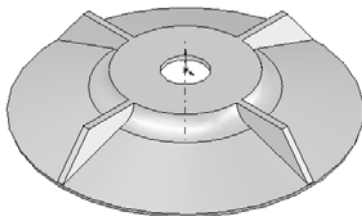

图 6-113 导流盖
本例创建的导流盖如图 6-113 所示。
(6) 重复步骤(4)、(5)的操作, 创建其余3个筋特征。同时也可利用“圆周阵列”命令阵列筋特征, 最终结果如图6-113所示。